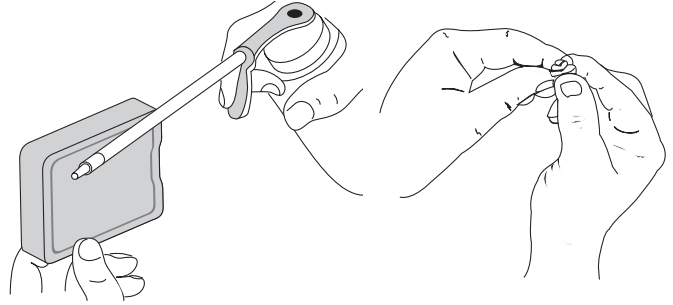

Fig. 21
4. Aplique suficiente aceite limpio de motor SAE 30 para recubrir ligeramente el filtro (Fig. 21).
5. Apriete el filtro para esparcir y retirar el exceso de aceite (Fig. 21).